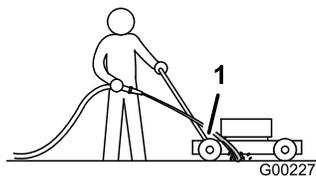

Figura 43
3. Sujete la manguera a la altura del manillar y dirija el agua para que fluya sobre el suelo justo por delante de la rueda trasera derecha (Figura 43).